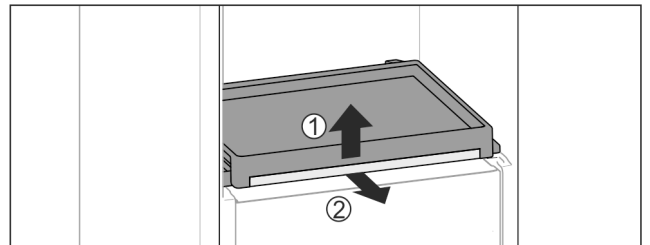

Fig. 35
- ▶ Витягніть витяжну панель зі скляною полицєю: Підніміть трохи скляну полицю спереду Fig. 35 (1) та витягніть вперед Fig. 35 (2).